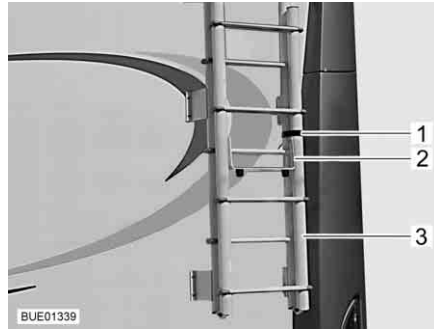

Bild 1 Hopfällbar stege, stegen upp-fälld
- Lossa remmen (Bild 1,1) på stegen (Bild 1,3) baktill på fordonet.
- Fäll ut skyddsbygeln (Bild 1,2).